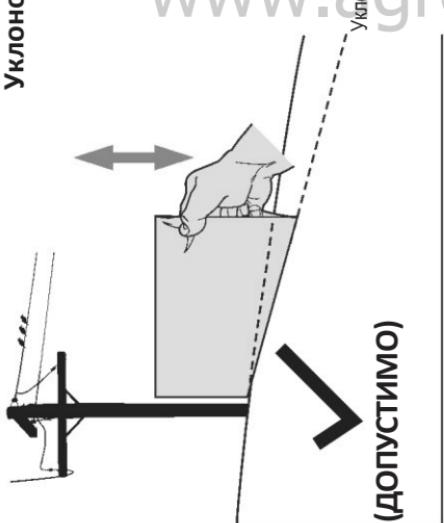
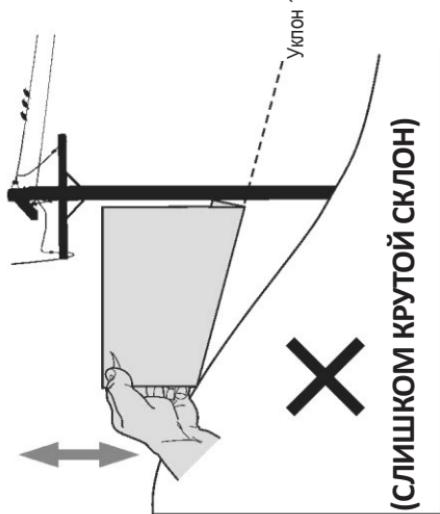

Рис. 1
Рис. 2
3. Сожмите одну из боковых сторон шаблона с линией объекта (см. рис. 1 и рис. 2).
4. Двигая шаблон вверх и вниз, совместите первый угол шаблона с линией уклона (см. рис. 1 и рис. 2).
5. Если между нижней частью шаблона и линией земной поверхности есть просвет, значит, угол слишком крут для безопасной работы (рис. 2 вверху).